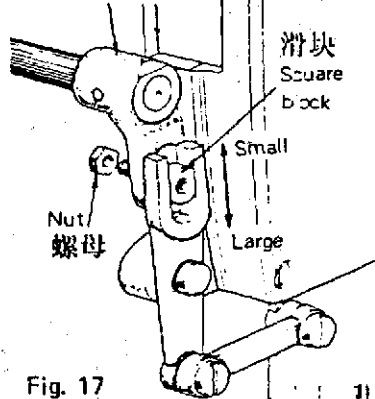

Fig. 17
15. Синхронизация верхней и нижней подачи (рис. 17).